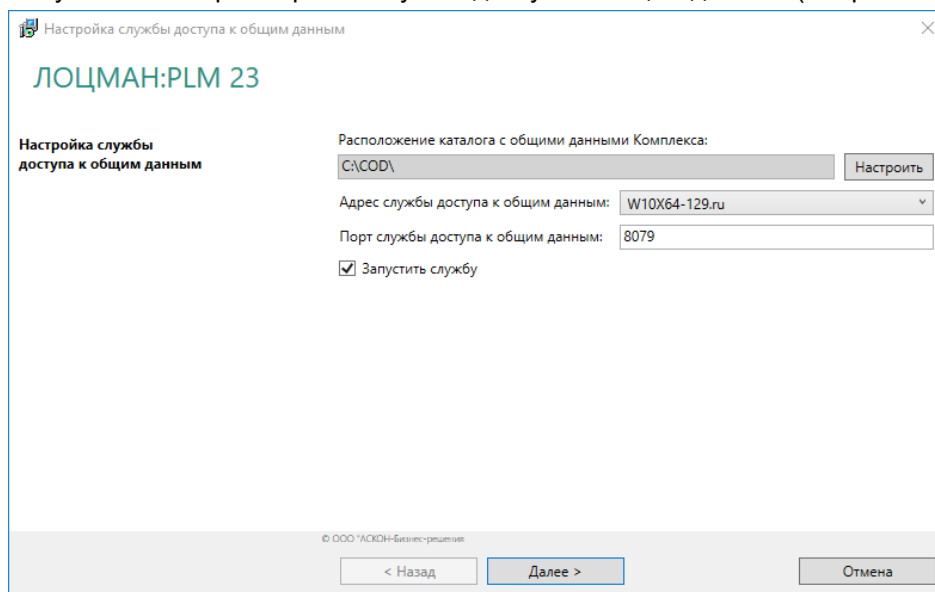

Рис. 3.7
1. В окне мастера (рис. 3.7) справа от поля **Расположение каталога с общими данными Комплекса** (поле нередатируемое, предназначено для информации) нажмите кнопку **Настроить**. В открывшемся стандартном диалоге Windows настройте доступ к сетевому ресурсу каталога с общими данными.